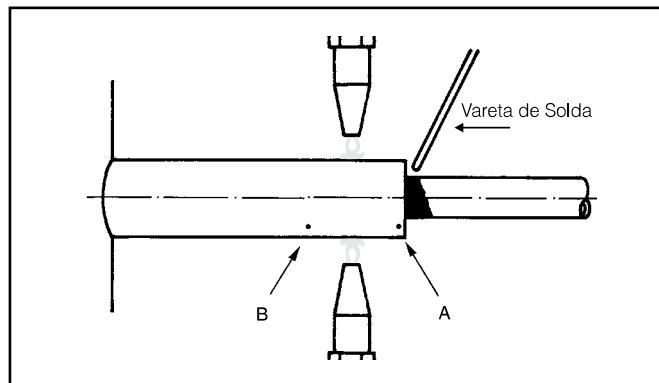

FIG. 9
3.1.2.5 Assim que o material de adição fundir, movimente o maçarico do ponto A ao ponto B e vice versa, até que a solda penetre entre os tubos (Fig. 9).
3.1.2.8 Em caso de suspeita ou identificação de poros, aqueça novamente movimentando o maçarico do ponto A ao ponto B e vice versa (ver Fig. 9). Se necessário, acrescente o mínimo possível de material de adição.
3.2.3.5 Em caso de suspeita ou identificação de poros, aqueça novamente movimentando o maçarico do ponto A ao ponto B e vice versa (ver Fig. 9). Se necessário acrescente o mínimo possível de material de adição.